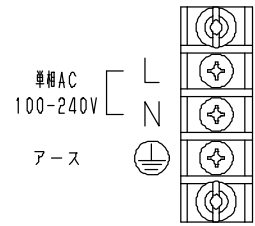

図 13
- 端子台 (M3) への接続は、圧着端子 (絶縁キャップ付など) を用いて、指定の端子へ確実に行ってください。(図 13)
- クーラ電源ユニットの出力コネクタとクーラユニットの電源コネクタを付属の中継ケーブル (200) で接続してください。(図 13、14)